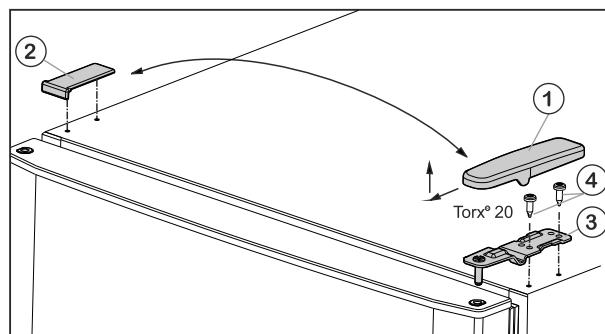

Fig. 5
- Kryt Fig. 5 (1) odoberte smerom dopredu a hore.
- Kryt Fig. 5 (2) nadvihnite.
- Hornú ložiskovú konzolu Fig. 5 (3) odskrutkujte (2 krát Torx® 20) Fig. 5 (4) a odoberte smerom hore.
- ▶ Vrchné dvere nasadťte na ložiskovú konzolu v strede (13).
- ▶ Vrchnú ložiskovú konzolu Fig. 5 (3) nasadťte na novej strane závesu do dverí.
- ▶ Hornú ložiskovú konzolu **pevne (pomocou krútiaceho momentu 4 Nm)** priskrutujte (2x Torx® 20) Fig. 5 (4). V prípade potreby použite akumulátorový skrutkovač.
- ▶ Kryt Fig. 5 (1) nasadťte na opačnú stranu zvonka a zaklapnite.
- ▶ Kryt Fig. 5 (2) nasadťte vždy na opačnú stranu zhora a zaklapnite.